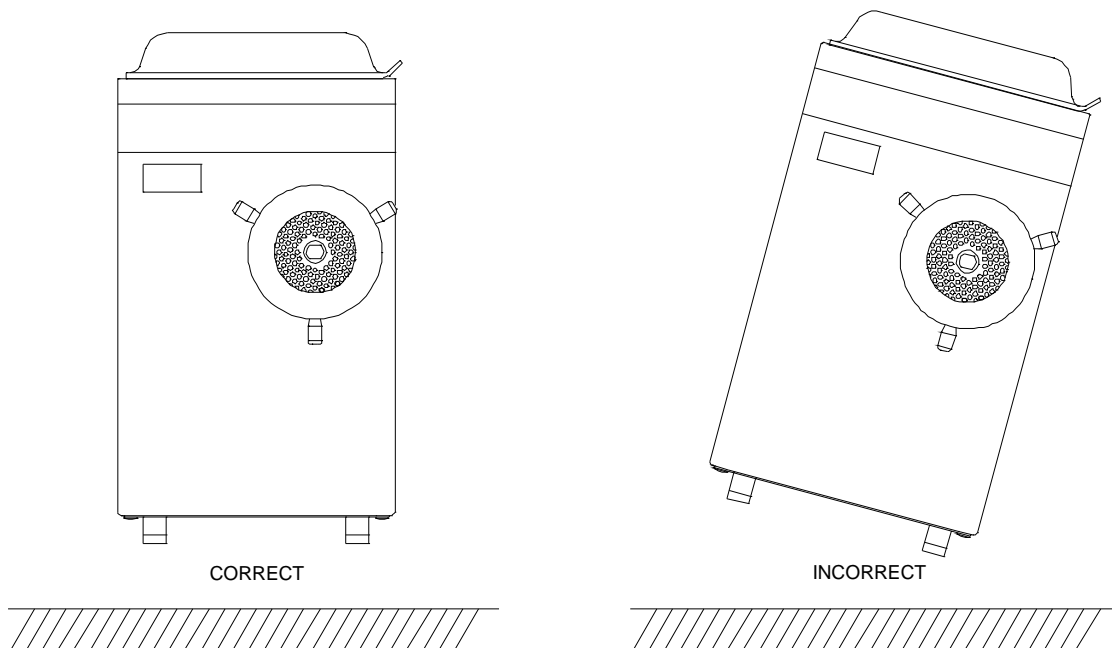

Fig 1.1
**Le hachoir est livré debout, il est impératif de ne pas le pencher (fig 1.1)**